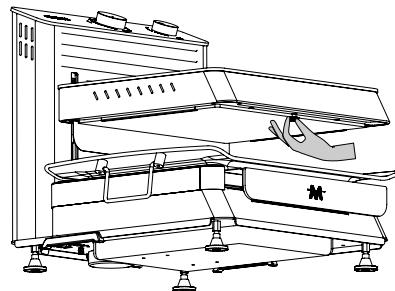
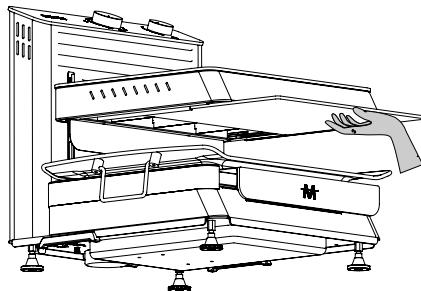

Abbildung 18
Abbildung 19
- Um das Filamentschutzglas zu reinigen, drehen Sie die Glashalterstifte im Uhrzeigersinn und entfernen Sie sie (Abbildung 18). Trennen Sie dann das Filamentschutzrohr vom Produkt, indem Sie es mithilfe der Kanäle ziehen (Abbildung 19).